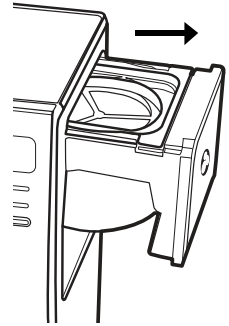

Figure 4
Pendant que l'affichage est au mode horloge, appuyez sur la touche réglage d'infusion différée « Programar » (figure 2) et, pendant que le voyant jaune d'infusion différée clignote, réglez l'heure de mise en marche en appuyant sur les touches des « Hora » et des minutes « Min » (figure 4). Le voyant AM ou PM s'allumera. L'heure du jour s'affichera sous quelques secondes.
1. Ouvrez le tiroir du panier-filtre (figure 4).